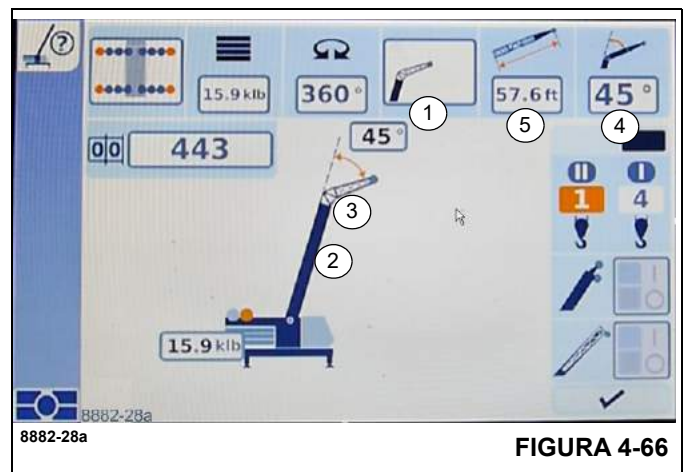

FIGURA 4-66
- Seleccione y confirme el símbolo (1), (Figura 4-66).
- Use el símbolo (1), (Figura 4-66), para seleccionar el sistema de pluma instalado.